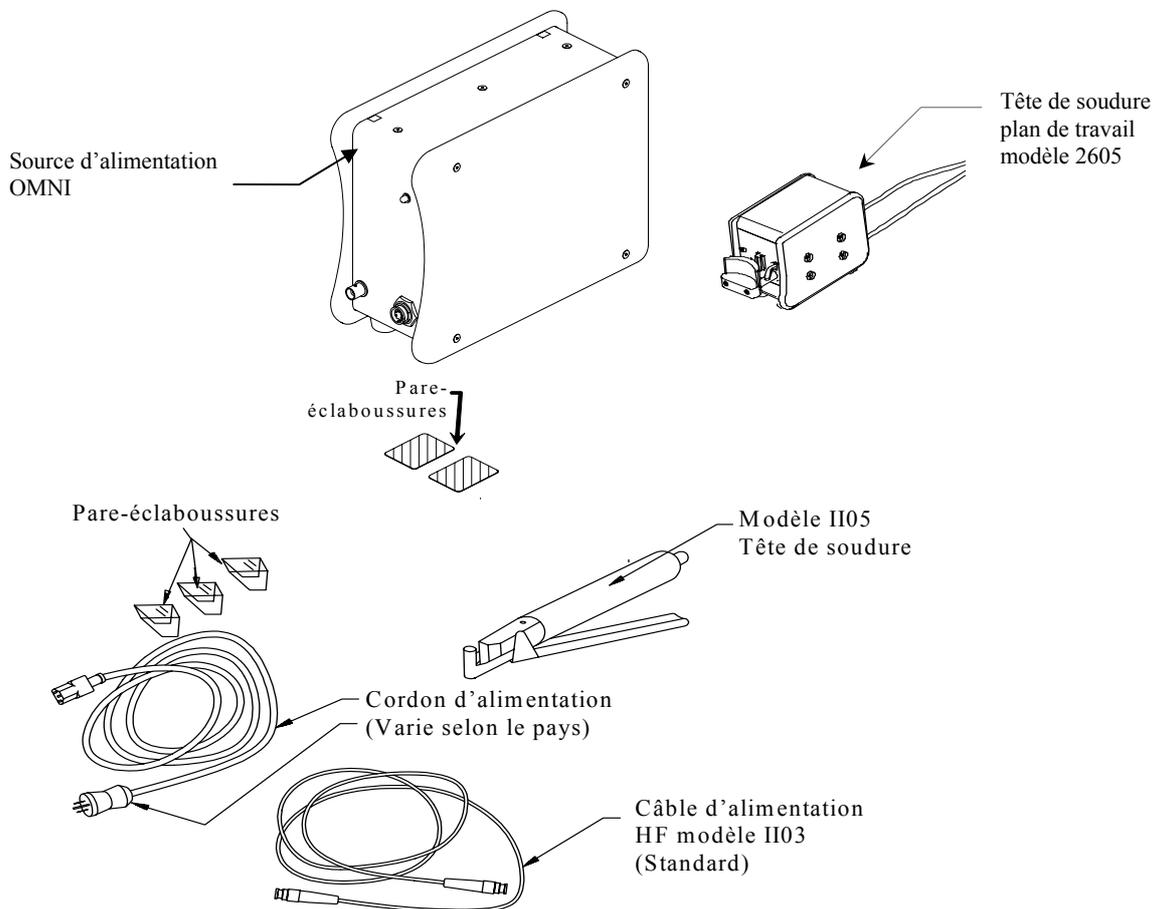

Figure 1.2 Composants du système de soudure OMNI™ modèle 2600
1.3.1 Lorsqu'elle est couplée avec différentes têtes de soudure, la source d'alimentation modèle 2600 devient un système de soudure. La Figure 1.2 montre les composants du système de soudure avec une tête de soudure portative et une tête de soudure modèle plan de travail. Le tableau 1.1 précise la fonction de chacun des composants.